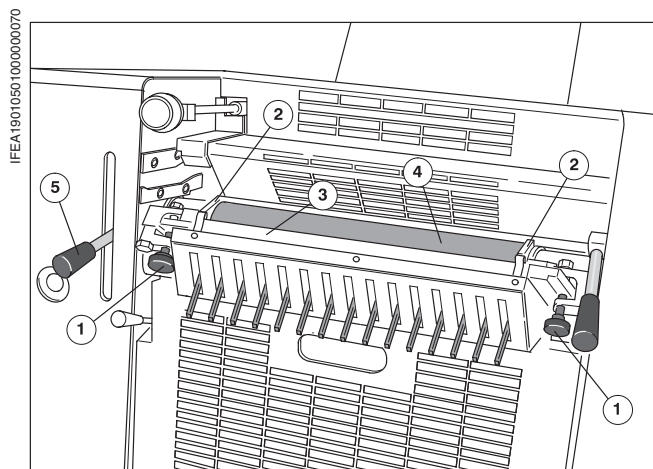

Рис. 10 Замена краски
- ❶ Вынуть краску пластмассовым шпателем из красочного ящика.
- ❷ Ослабить рифленные винты (Рис. 10/❶) и откинуть защелки наружу.
- ❸ Опустить красочный ящик.
- ❹ Вынуть щетки красочного ящика (Рис. 10/❷) и почистить смывкой для валиков.
- ❺ Почистить красочный нож (Рис. 10/❸) и дуктор (Рис. 10/❹) средством для смывки валиков, проворачивая при этом дуктор с помощью ручки муфты (Рис. 10/❺).
- ❻ Вставить щетки красочного ящика и установить красочный ящик к дуктору.
- ❼ Установить защелки красочного ящика на место и затянуть винты (Рис. 10/❶).
- ❽ Нанести шпателем новую краску на дуктор и разровнять